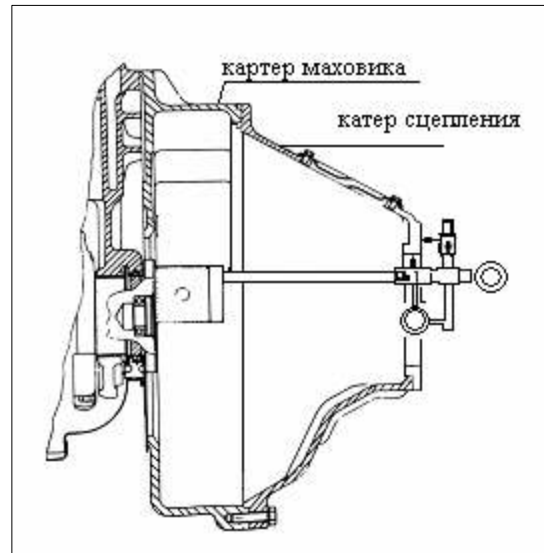

РИС. 154
- Предполагается, что картер маховика и картер сцепления будут использованы еще раз. В случае замены по какой-либо причине, рекомендуется проверить соответствие отверстия центрирующего установочного отверстия коробки передач и картера сцепления относительно оси коленчатого вала. Это может быть проверено часовым индикатором с магнитной стойкой (рис. 154).
- Стойка должна быть установлена на коленчатом вале, на крепежном фланце маховика (коленчатый вал при этом установлен на двигателе), а индикатор устанавливается у отверстия корпуса муфты сцепления с предварительным натягом 2 мм, при правильном угле в отверстии (см. рис. 154). Теперь медленно поверните коленчатый вал и запишите радиальное биение. Максимально допустимое радиальное биение –0,1 мм.